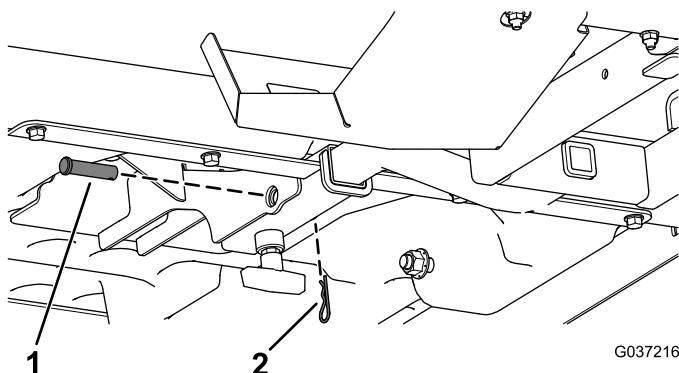

Figura 8
7. Fixe montagem do pulverizador montada no tubo recetor utilizando o passador de forquilha e o perno de gancho (Figura 8).